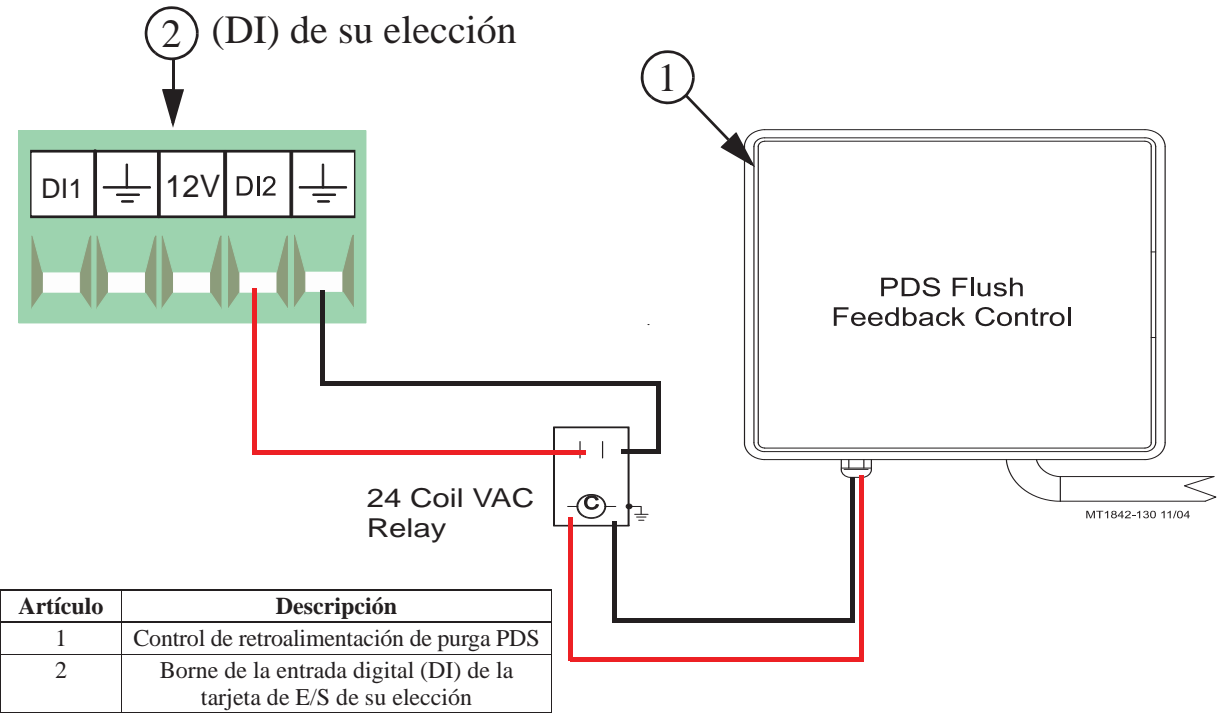

Figura 33. Cableado de retroalimentación de purga PDS
Si se está usando un control del bebedero PDS para enjuagar las líneas de agua automáticamente, entonces el control puede ignorar los pulsos que vienen del medidor de agua mientras se lleva a cabo el enjuague. Si se utiliza esta opción, entonces debe conectarse un relé de contacto seco a una de las entradas digitales (DI) de la tarjeta de E/S. La bobina del relé debe energizarse siempre que el control comienza su secuencia de enjuague. Ver la **Figura 33 a continuación** para conectar el relé a la tarjeta de E/S del control.